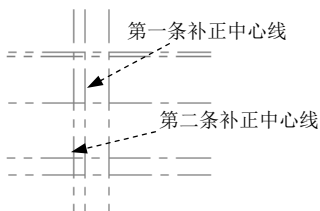

图 3.17.6 补正中心线
(5) 单击  按钮完成补中心线的创建。
Step3. 参照 Step2 创建图 3.17.6 所示的补正中心线。第一条补正中心线是将竖直中心线向左补正 25，第二条补正中心线是将竖直中心线向左补正 37。